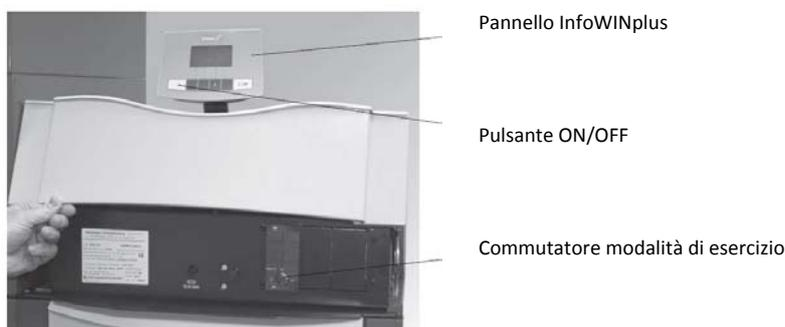

Fig. 107 BioWIN con sistema MESplus
2. Se la caldaia non è stata utilizzata per un periodo di tempo prolungato, come, ad esempio, nei mesi estivi, premere il pulsante ON/OFF  del pannello InfoWINplus (Fig. 107).